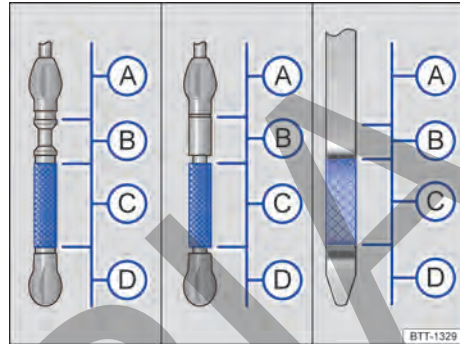

Fig. 184 Marcas del nivel de aceite del motor en la varilla de medición del nivel de aceite (variantes).
Si se somete el motor a grandes esfuerzos (p. ej., efectuando largos recorridos por autopista en verano o atravesando puertos de alta montaña), el nivel de aceite debería encontrarse en la zona superior permitida de  fig. 184 .
Leyenda de la fig. 184:
7. Extraiga nuevamente la varilla de medición y compruebe en ella el nivel de aceite → fig. 184 como sigue:
- C** El nivel de aceite del motor es correcto. Se puede añadir aceite hasta el **límite superior de esta zona** si, p. ej., se somete el motor a grandes esfuerzos → fig. 184. Continúe en el paso 8 o 16.
13. Al final del proceso, el nivel de aceite debería encontrarse por el centro de la zona → fig. 184 **C**. No debería encontrarse en la zona → fig. 184 **B**, por encima de → fig. 184 **C**, y no permita nunca que se encuentre en la zona → fig. 184 **A** → .
14. Si por descuido ha añadido demasiado aceite y el nivel se encuentra en la zona → fig. 184 **A**, **no ponga el motor en marcha**. Avise a un taller especializado y, dado el caso, solicite la ayuda de personal especializado.
- Si por descuido ha añadido demasiado aceite del motor y el nivel se encuentra en la zona → fig. 184 (A), no ponga el motor en marcha. Avise a un taller especializado y, dado el caso, solicite la ayuda de personal especializado. ¡De lo contrario podrían dañarse el catalizador y el motor!
🍃 No permita nunca que el nivel de aceite del motor se encuentre por encima de la zona → fig. 184 (B). De no ser así, podría aspirarse aceite por el respiradero del cárter del cigüeñal y llegar a la atmósfera a través del sistema de escape.